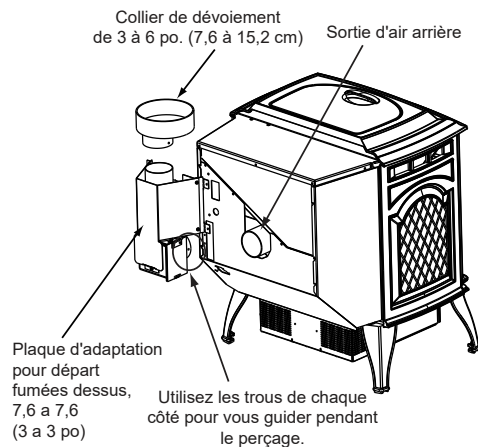

Figure 21.1
1. Enduisez la sortie d'air de 76 mm (3 po) d'une couche de silicone haute température. Ne pas mettre de silicone à l'intérieur du tuyau (**Figure 21.1**).
2. Glissez l'adaptateur supérieur de ventilation sur la sortie d'air et placez l'assemblage en position verticale (**Figure 21.1**).
3. Percez 4 trous au moyen de la mèche no. 26 (fournie) dans la face arrière de l'appareil en utilisant l'écran extérieur comme gabarit (assurez-vous que l'assemblage soit en position verticale) (**Figure 21.1**).